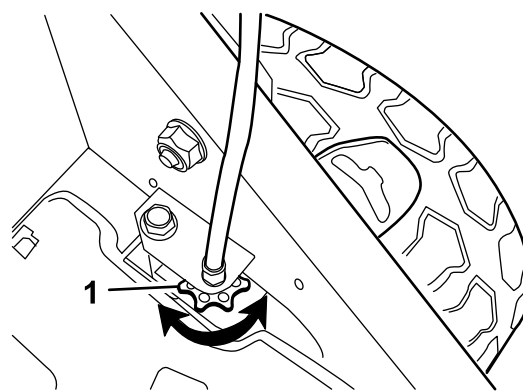

Figura 25
- Se le ruote non girano quando inserite la barra della trazione automatica, la cinghia di trazione è eccessivamente allentata. Ruotate la manopola di controllo trazione della ruota (Figura 25) in senso orario di 1 giro e ripetete le fasi da 4 a 6.
- Se le ruote girano prima dell'inserimento completo della barra della trazione automatica, la cinghia di trazione è eccessivamente tirata. Ruotate la manopola di controllo trazione della ruota (Figura 25)